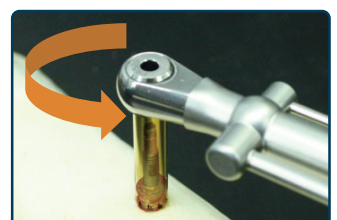

Fig. 6
- Ved bruk av momentnøkkelen (Fig. 6), roter fiksturfjernerer **mot klokken** til implantatet roterer ved å trekke i den tykke torsjons-stangen til anbefalt moment (Tabell 3).